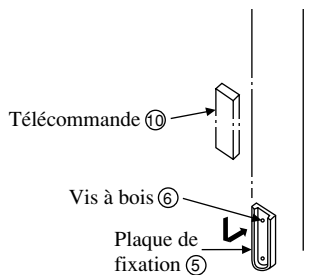

Fig. 6-1
6. Fixation de la télécommande (Voir figures 6-1 et 6-2)